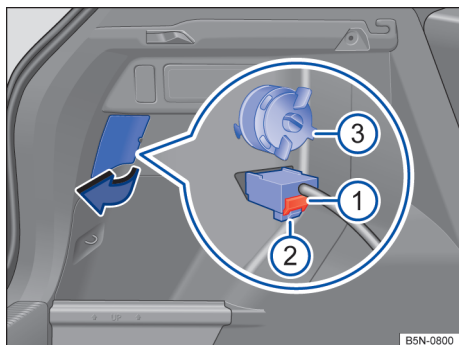

Fig. 204 Lateralmente no compartimento de bagagem: remover a lanterna traseira.
3. Abrir o corte do revestimento lateral do compartimento de bagagem na área da lanterna traseira no sentido da seta → Fig. 204.
4. Pressionar o bloqueio vermelho → Fig. 204  do conector e retirar o conector → Fig. 204 . Se necessário, utilizar a chave de fenda das ferramentas de borda para soltar o bloqueio vermelho.
5. Destrovar o parafuso de fixação no sentido anti-horário → Fig. 204 .
12. Segurar a lanterna traseira na posição de instalação com uma das mãos e apertar o parafuso de fixação com a outra mão → Fig. 204 .